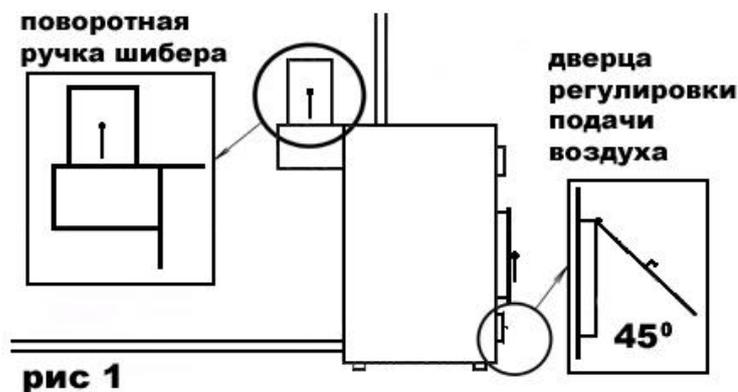

Рис. 1
2. - установите дверцу регулировки подачи воздуха под 45° (рис. 1)